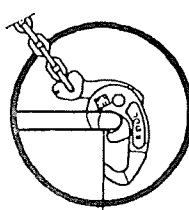
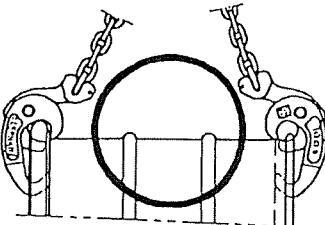

図3 たてつり
図4 横つり
- ドラム缶のチャッキングは必ず正しい方向で使用してください。(図3、図4)